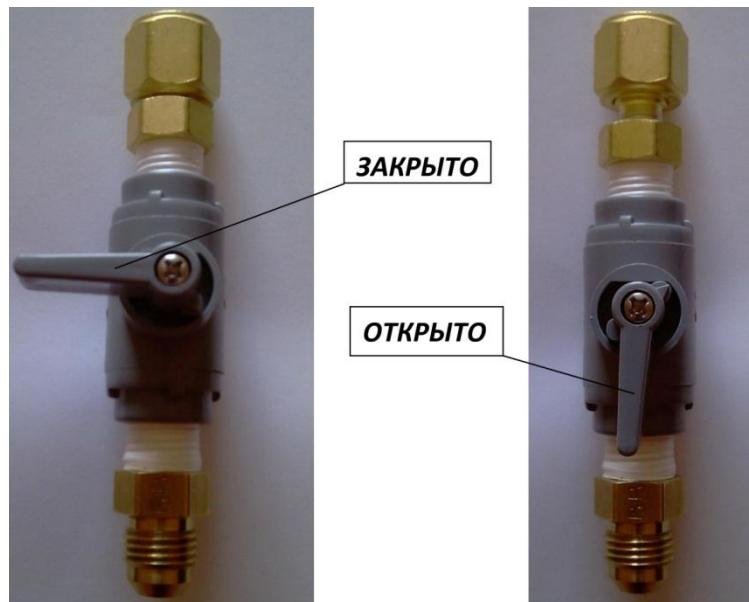

Рисунок 3 Дроссель-вентиль
**5.3** Поставьте дроссель-вентиль в положение: **ЗАКРЫТО** (см. рисунок 3).
5.9 При достижении давления более 3 атм. (45 psig) на манометре редуктора, установите дроссель-вентиль в положение: ОТКРЫТО (см. рисунок 3).